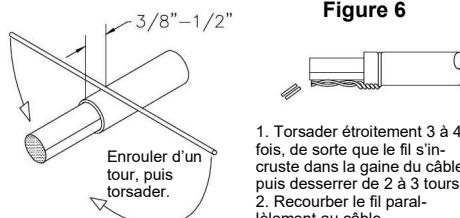

Figure 6
1. Vérifier que la vis de retenue est serrée. (Voir la fig. 6)